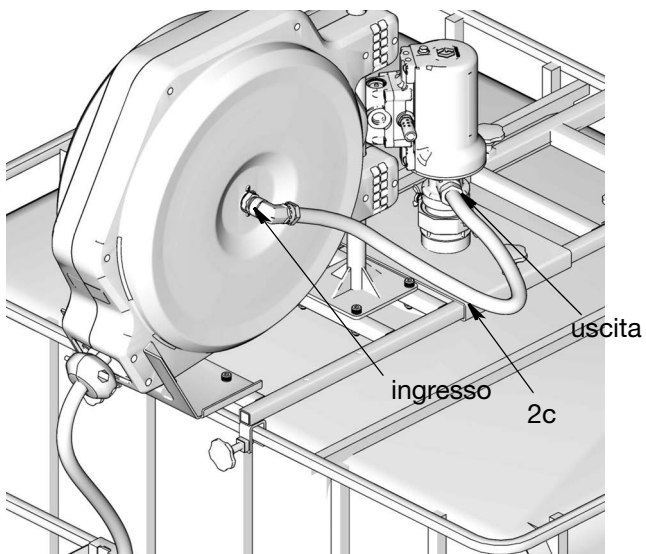

FIG. 19
5. Collegare il tubo flessibile del fluido (2c) tra l'uscita della pompa e l'ingresso della bobina (FIG. 19).